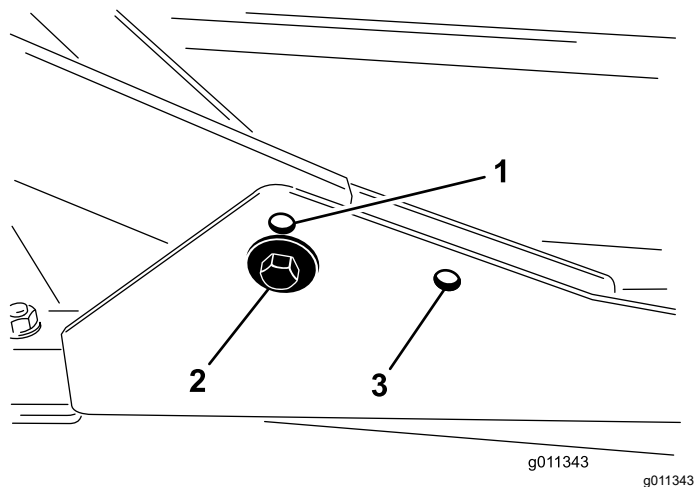

Figure 9
- Pour une hauteur de coupe de 2 à 7,6 cm ($\frac{3}{4}$ à 3 po), montez les bâtis porteurs avant dans les trous inférieurs avant (Figure 9).
- Pour une hauteur de coupe de 6,3 à 10 cm (2½ à 4 po), montez les bâtis porteurs avant dans les trous supérieurs avant (Figure 9).
Quelle que soit la hauteur de coupe, l'unité de coupe arrière doit être montée dans les trous de montage arrière (Figure 9).